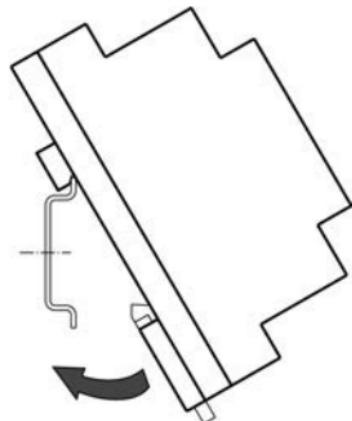

Рисунок 5.3 - Монтаж прибора с креплением на DIN-рейку
2. Установить прибор на DIN-рейку в соответствии с рисунок 5.3.